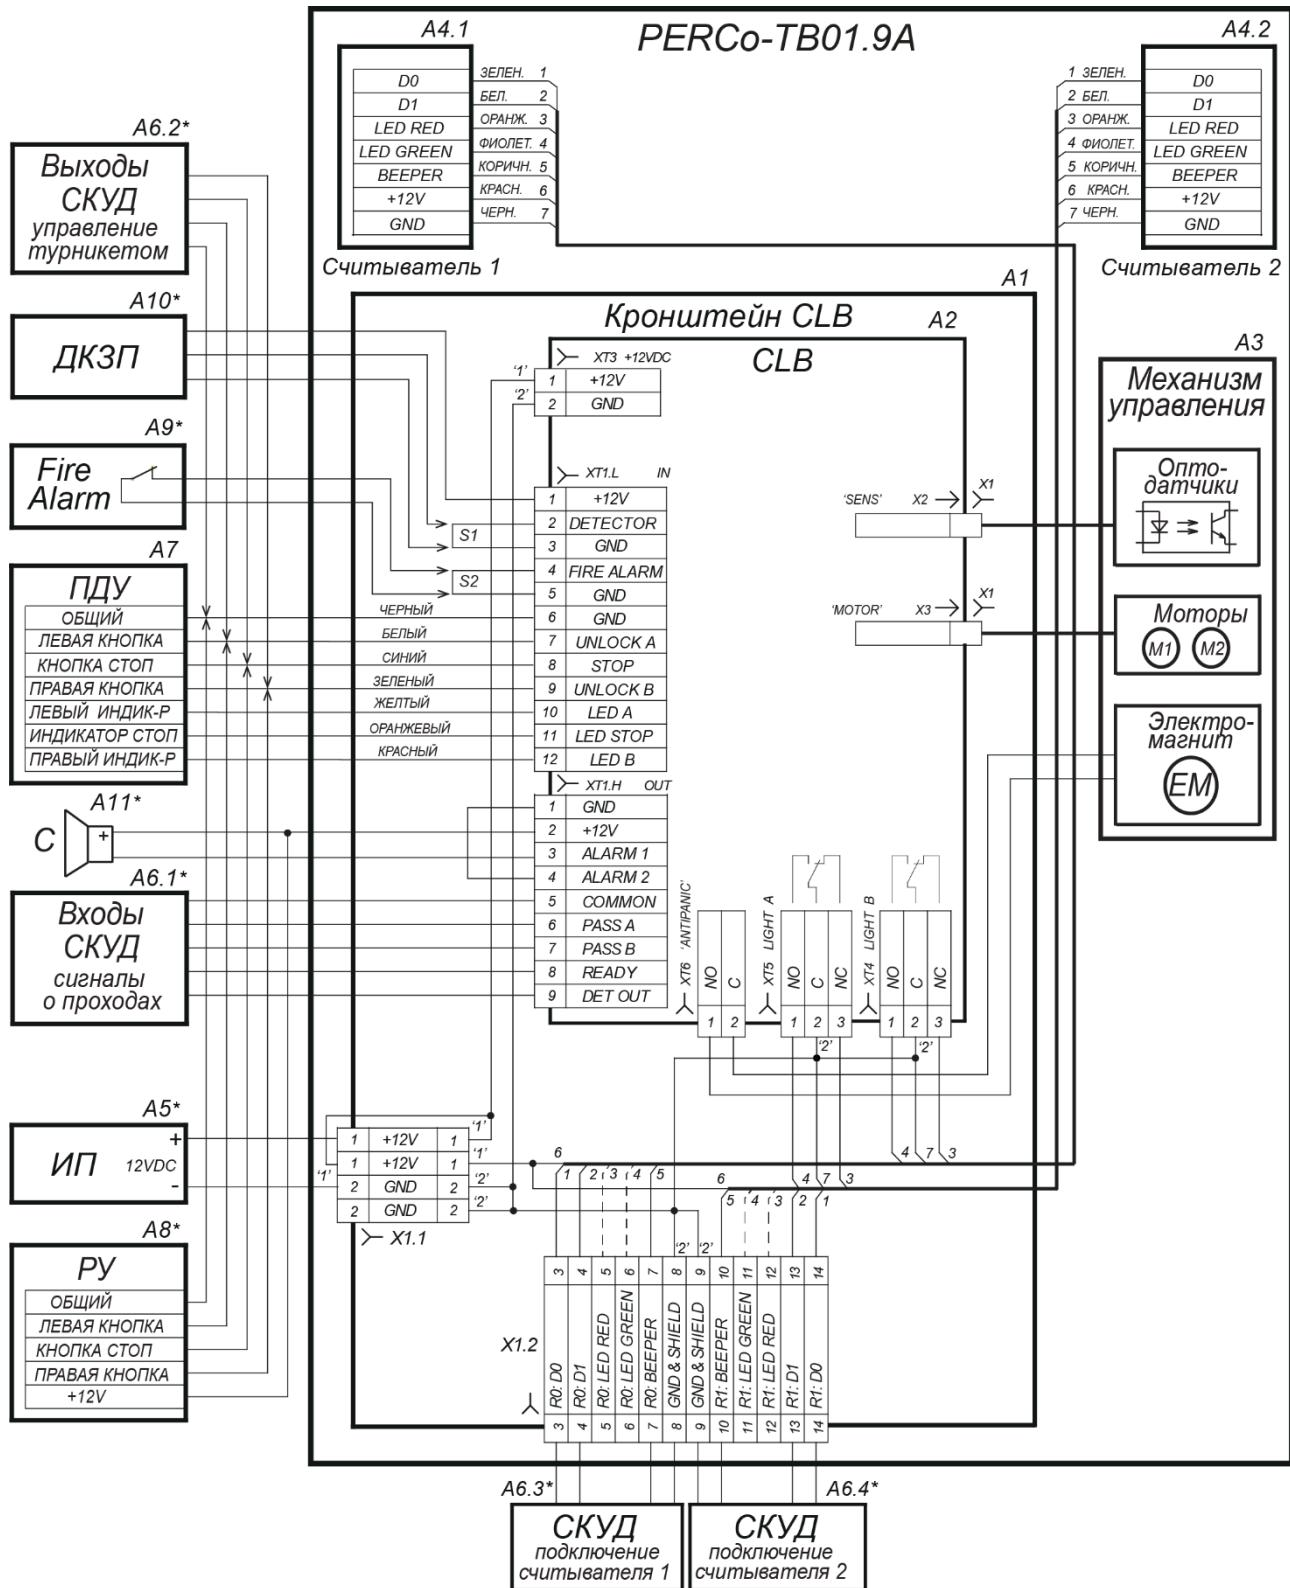

Рисунок 13. Схема электрических соединений турникета¹
5. Демонтируйте заглушки стойки (7), открыв ключом замки (8). Установите стойку турникета на гильзы анкеров и закрепите ее болтами M10.
6. Снимите крышку турникета (3), отвернув ключом установочный винт (14) (см. разд. 6).
7. Подключите кабель питания (11) к клеммной колодке **X1.1** (см. рис. 13).
9. Подключите при необходимости кабели от других устройств к соответствующим клеммным колодкам платы управления (см. рис. 5 и рис. 13).
12. После подключения всех кабелей и крепления стойки к полу установите на место крышку (3) (см. разд. 6), заглушки стоек (7) в порядке, обратном снятию.
Подключение контроллера к плате управления производится в соответствии с рис. 13.
Передача данных от считывателей осуществляется по интерфейсу *Wiegand*. Подключение считывателей к контроллеру СКУД необходимо производить экранированным кабелем в соответствии с рис. 13.
* Линии управления светодиодной индикацией считывателей при производстве подключены к клеммным колодкам **XT4**, **XT5** платы управления (см. рис. 13). Для осуществления внешнего управления индикацией от контроллера СКУД необходимо отключить оранжевые и фиолетовые провода считывателей от разъемов **XT4**, **XT5** платы управления, и подключить их к соответствующим контактам выносной клеммной колодки **X1.2**.